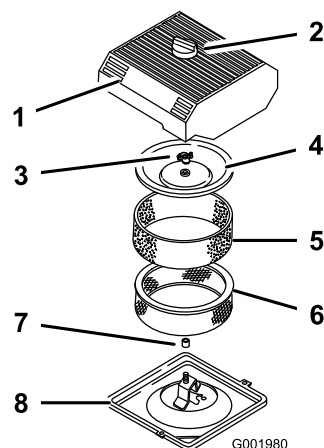

Figura 37
3. Pulite intorno al filtro dell'aria per evitare che la morchia possa penetrare nel motore provocando gravi danni (Figura 37).
4. Svitare la manopola sul coperchio del filtro dell'aria e togliete il coperchio (Figura 37).
5. Togliete con cautela l'elemento in schiuma sintetica dall'elemento di carta (Figura 37).
6. Svitare il dado del coperchio e togliete sia il coperchio che l'elemento di carta (Figura 37).
1. Infilate con cautela l'elemento in schiuma sintetica sopra l'elemento di carta del filtro dell'aria (Figura 37).
3. Avvitare a fondo, manualmente, il dado contro il coperchio (Figura 37).
4. Montate il coperchio del filtro dell'aria e la manopola (Figura 37).